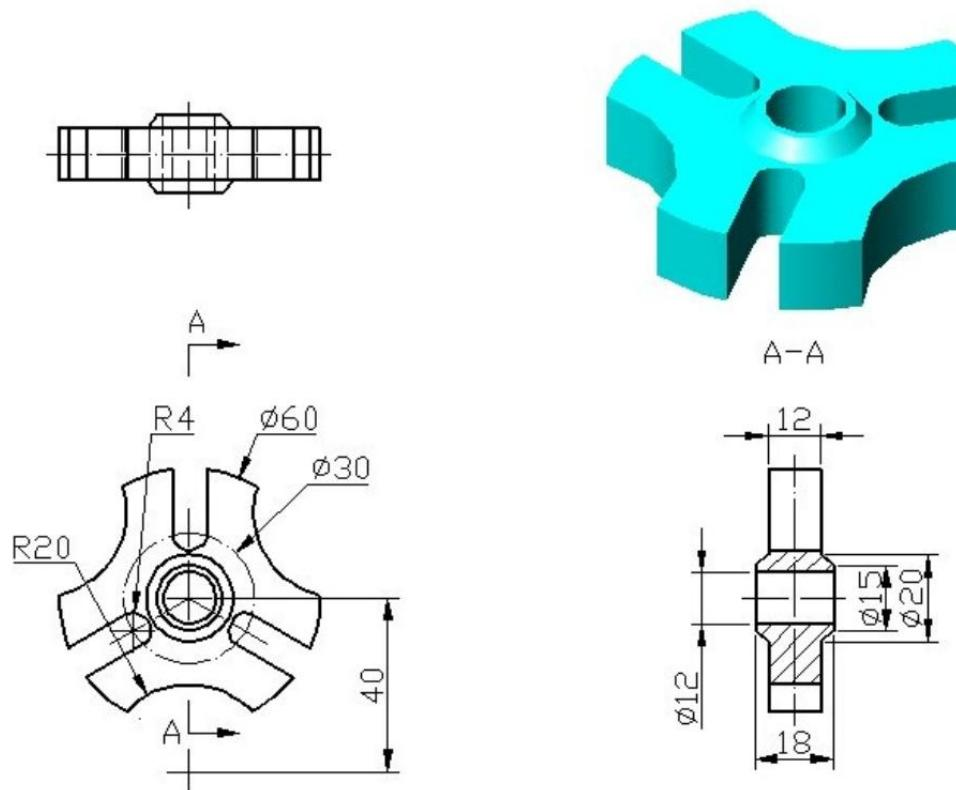

图 J1-3 三维零件 3
- ① 在盘下建立考生文件夹，文件夹名称为“场次-工位号”，所有文件必须保存在考生文件夹中，否则记零分；
- ② 文件名称为“J1-3”，保存在考生文件夹中；
- ③ 根据图 J1-3 所示尺寸完成三维建模；
- ④ 隐藏草图和创建的基准平面；
- ⑤ 考试过程中注意保存，考核结束时考试应立即停止操作，不得关闭电脑，离开考场。